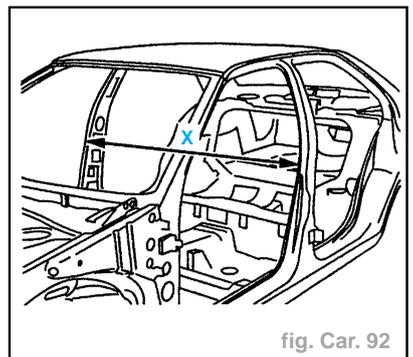

fig. Car. 92
- Contrôler le jeu  $X = 1460$  mm (fig. Car. 92).